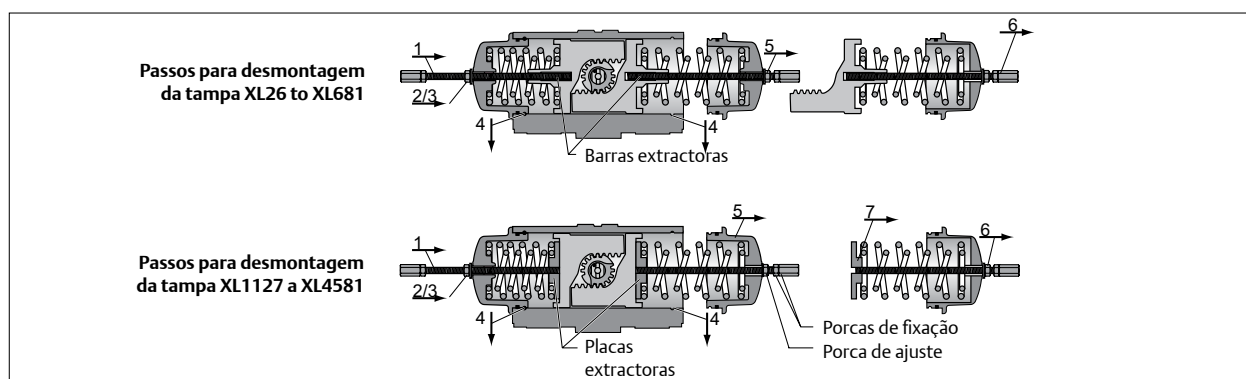

Fig. 4 Desmontagem da Tampa
1. Desaperte as Porcas de Aperto (24) e remova ambos os Batentes de Percurso (22) e as Roscas de Fecho (23) ou 'O' rings (23a).
2. Remova o Indicador (7) do topo do Pínhão (19) Para XL26 a XL221 utilize uma chave Allen de tamanho 4 mm. Para os tamanhos grandes, o Indicador pode ser puxado do topo do pínhão.
3. Remova os Parafusos Retentores (28) e juntas (29) das Tampas (21).
- Para XL 26 a XL 681 os Pistões (20)
- Para XL 1127 a XL4581 a placa Retractora (20a, consulte também Fig 4) até o percurso parar (NÃO APERTE EMDEMASIA) e certifique-se de que a porca e a anilha estão livres da face da Tampa.
7. Evite que as "porcas-de-fixação" rodem com uma chave de fendas. Utilize outra chave para apertar ambas as porcas de ajuste, meia volta de cada vez (ver Fig. 4), no sentido dos ponteiros do relógio nas Barras até dar duas voltas. Isto leva:
- Para XL 26 a XL681 os Pistões (20)
- Para XL 1127 a XL4581 a placa Retractora (ver também Fig 4) às tampas (21) e comprime a mola. Esta compressão de Mola, solta a força da Mola e desbloqueia a SAFEKEY para remoção.
10. Quando ambas as SAFEKEYS tiverem sido retiradas, utilize uma chave de fendas rodando o Pínhão, separando os pistões (20) até que empurrem parcialmente as Tampas do Corpo.
- Para XL 26 a XL681 os Pistões (20), molas e tampa saem.
11. Para manter o Conjunto de Mola intacto (Fig. 4), mantenha a Barra Retractora no lugar. Para desmontar o Conjunto de Mola, desaperte a porca de ajuste na Barra Retractora soltando a força da Mola, enquanto impede que a barra rode com uma chave de fendas nas porcas de fixação.